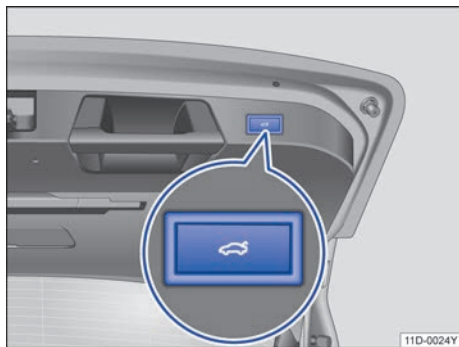

图 52 在打开的行李厢盖内：电动关闭行李厢盖的按钮
- 按压已打开的行李厢盖内的按钮 → 图 52。
- 或：在打开或关闭过程中按压行李厢盖上的按钮 → 图 52。
- 按住行李厢盖内的按钮 ，直至危险警报灯闪烁为止 → 图 52。